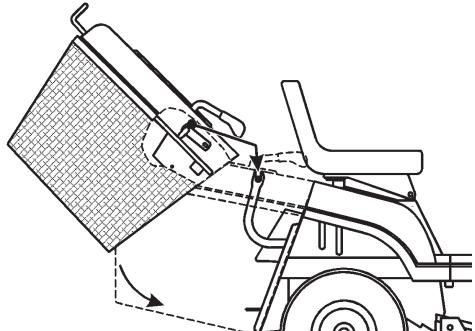

Bild 42
1. Kippen Sie das Heckfangsystem mit beiden Händen nach vorne (Bild 42).
2. Kippen Sie das Heckfangsystem ungefähr 40 Grad nach vorne. Schieben Sie es dann auf die Stützschienen hinten am Traktor (Bild 42).